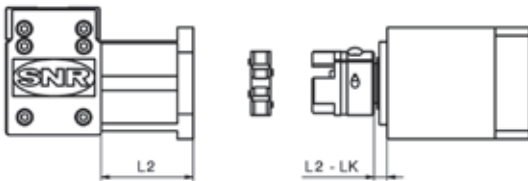

Bild 3.11 — Montagemaße
2. Kupplungsnabe **3** auf die Motor- bzw. Getriebewelle **5** stecken. Dabei das Maß LK (Bild 3.11) aus Tabelle 6.23 in Katalogkapitel 6.2.4.1 berücksichtigen.